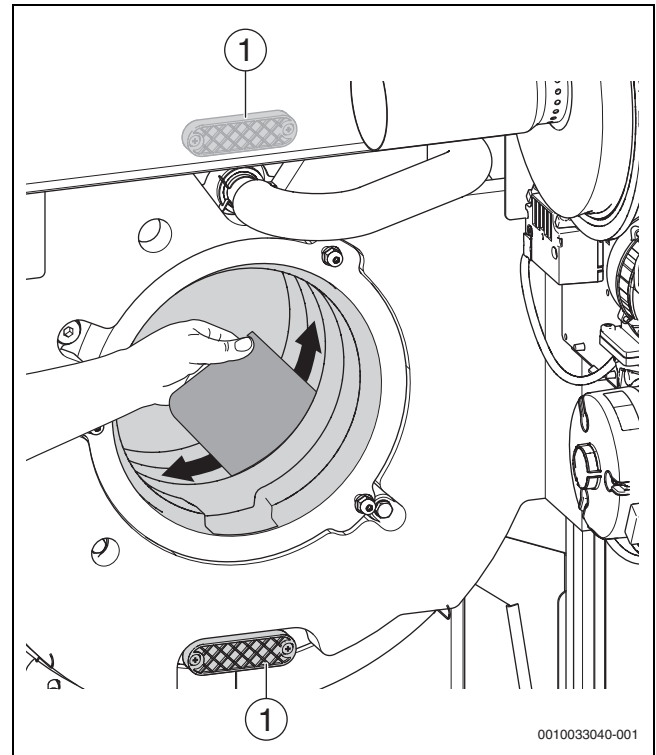

Bild 82 Heizgasspalte mit Reinigungsspachtel reinigen
- ▶ Befestigungsschrauben der beiden Reinigungsdeckel (→ Bild 82, [1]) entfernen.
- Heizgasspalte mit Reinigungsspachtel reinigen (→ Bild 82). Hinweise zur Reinigung beachten!